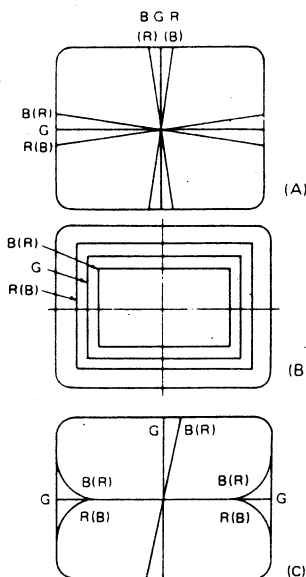

Abb. 10
- (1) Achten Sie auf die horizontalen Linien in der Bildschirmitte. Kreuzen die roten und blauen Linien die grünen Linien wie in Abb. 10(A) gezeigt, so verändern Sie den vertikalen Winkel der Ablenkeinheit, bis die Linien konvergiert sind.
- (2) Kontrollieren Sie die vertikalen Linien rechts und links von der Bildschirmitte, siehe Abb. 10(B). Sind die roten und blauen Linien gegenüber der grünen Linien verschoben, so konvergieren Sie sie, indem Sie die Ablenkeinheit im horizontalen Winkel verändern.
- (3) Eine Fehleinstellung, wie in Abb. 10(C) gezeigt, können Sie durch drehen der Ablenkeinheit beheben. Hierbei sollten Sie einen Vergleich machen zwischen Konvergenz und Bildlage.